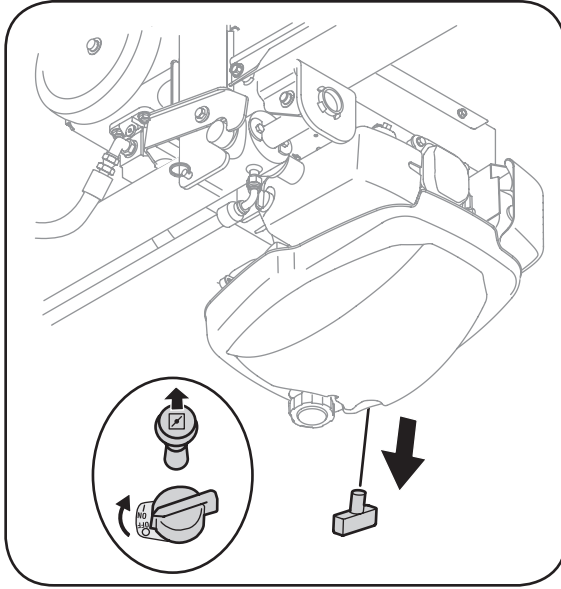

Figure 9-3: Mise en marche de la fendeuse.
2. Tirez le bouton du volet de départ qui se trouve sur le moteur. Voir l'écart de la Figure 9-3.
1. Enlevez le capuchon de remplissage de l'huile et essayez la jauge à huile. Voir la Figure 9-3.
3. Si le niveau d'huile est bas, ajoutez lentement de l'huile jusqu'à la limite supérieure sur la jauge. Voir la Figure 9-3.